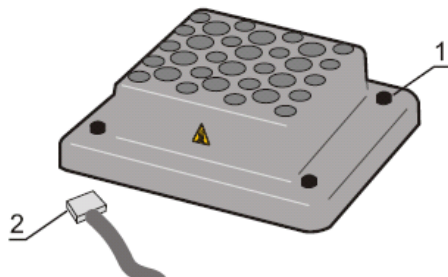

Abbildung:1
Verbinden Sie den Stecker (Abb. 1/2) mit dem Anschluss auf der Unterseite des Blockes. Richten Sie den Block so aus, dass sich der Warnaufkleber vorne am Gerät befindet und befestigen Sie den Block mit den vier Rändelschrauben.
- Entfernen Sie die vier Rändelschrauben (Abb. 1/1), lösen Sie den Stecker (Abb. 1/2).